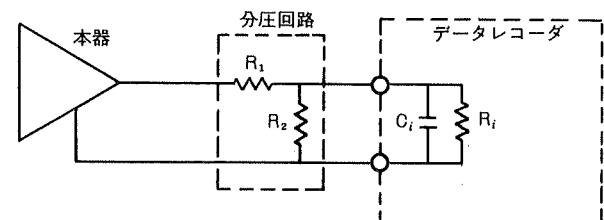

図5
- (b) 入力に分圧回路を必要とする場合データレコーダ入力レベルが±1Vのものは、図5のような分圧回路が必要となります。